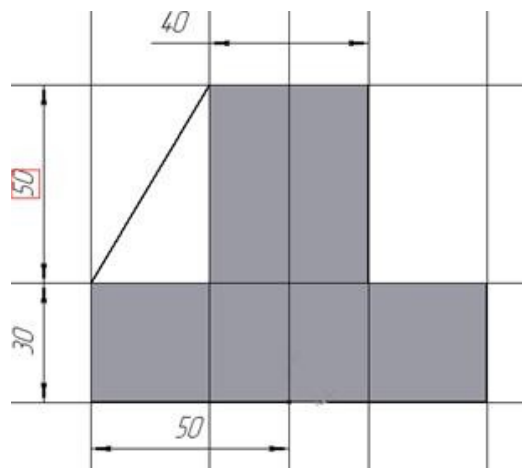

Рис.91 Построение эскиза ребра жесткости
4. Для построения ребер жесткости на фронтальной плоскости проекций построим эскиз (рис.91), для которого предварительно сделаем вспомогательными прямыми разметку. Эскиз обязательно следует вычерчивать отрезком (тип линии – основная), вспомогательные прямые служат только для предварительных построений.